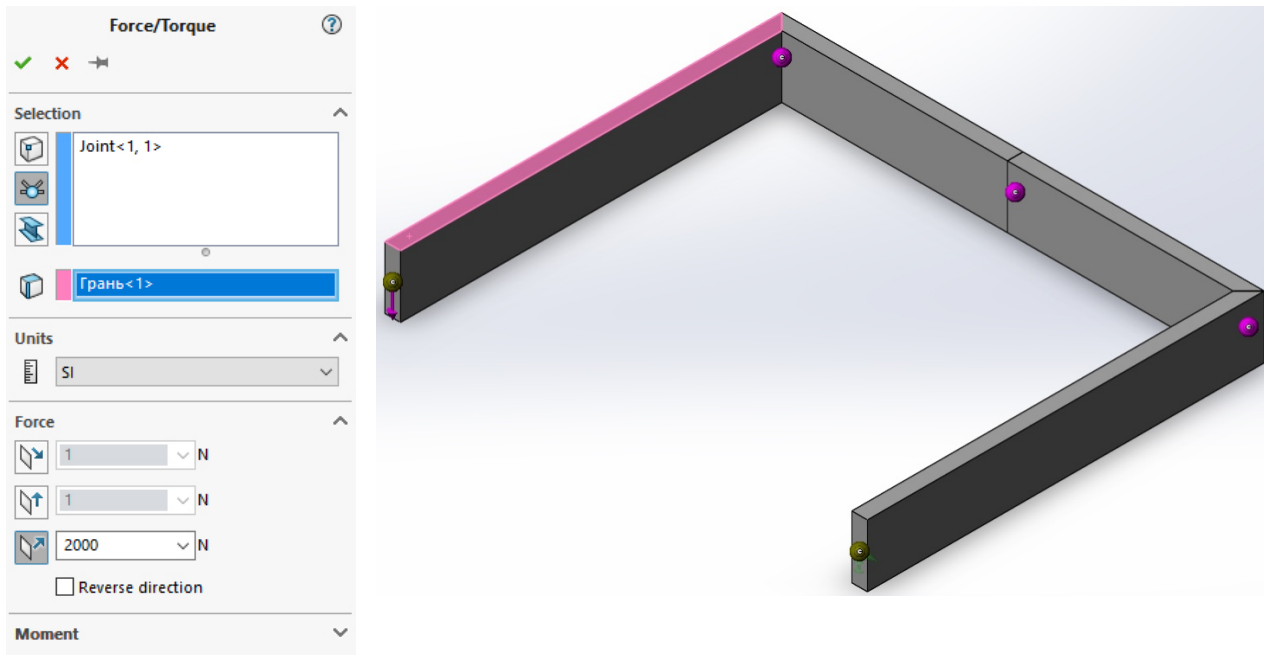

Рис. 4.76
- в якості  *Грань, Кромка, Плоскость, Оси* для напрямлення вибираємо верхню грань моделі (рис. 4.76);